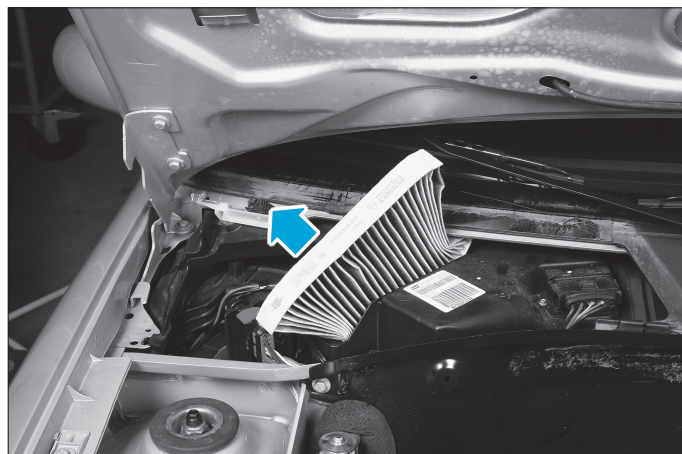

Fig. 4
- Extraire le filtre en le pliant légèrement (Fig.4).